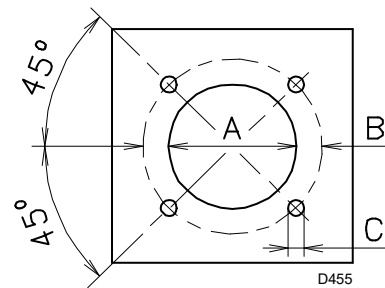

Fig. 13
Perforar la placa de cierre de la cámara de combustión como indica la Fig. 13 (Tab. J) La posición de los orificios roscados puede trazarse utilizando la junta aislante suministrada con el quemador.
- Introducir todo el quemador en el orificio de la caldera, preparado anteriormente (Fig. 13), y fijar con los tornillos suministrados.